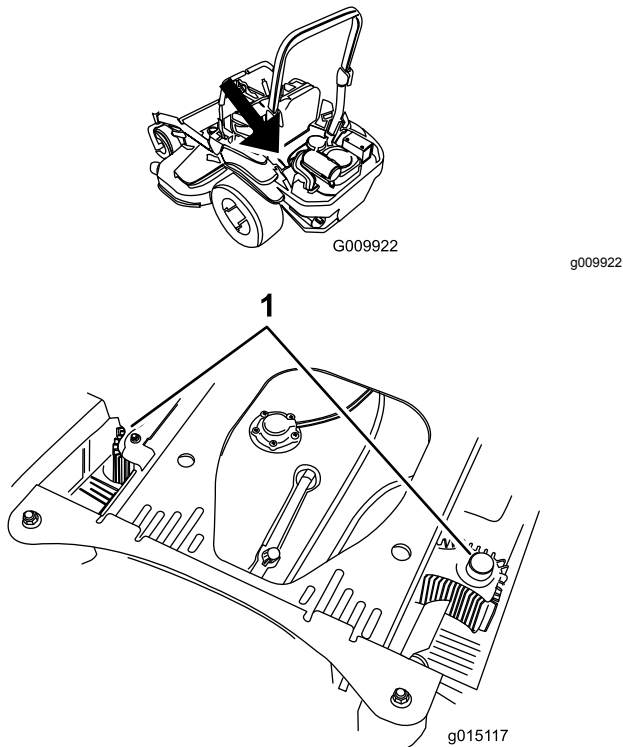

Figure 73
4. Débarrassez les carénages de l'unité hydraulique de l'herbe et des débris accumulés (Figure 73).